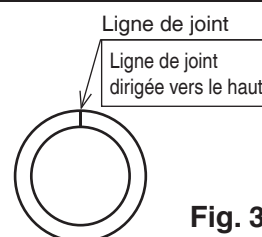

Fig. 3
- Enroulez de matériau isolant avec la ligne de joint tournée vers le haut. (**Reportez-vous à la Fig.3**)